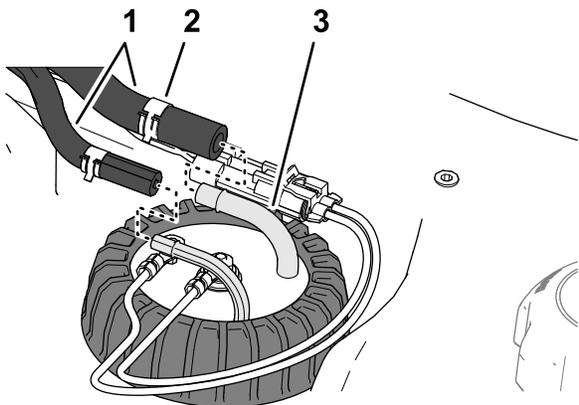

Figura 124
5. Conecte la manguera a los acoplamientos del sensor de combustible, y sujete las mangueras a los acoplamientos con las abrazaderas (Figura 124).